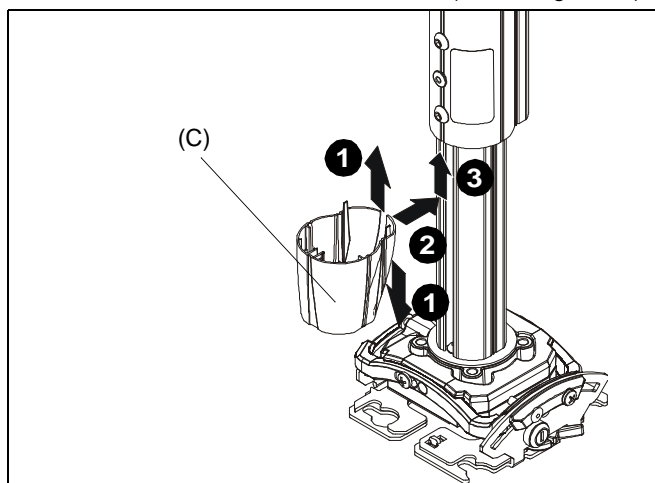

Figure 23
1. Placez le revêtement transitoire (C) afin qu'il soit en mesure de s'enrouler autour de la pièce inférieure de la colonne d'extension. (Voir la Figure 23)
2. Enroulez le revêtement transitoire (C) autour de la partie inférieure de la colonne d'extension. (Voir la Figure 23)
3. Poussez le revêtement transitoire (C) dans la base de la partie supérieure de la colonne d'extension jusqu'à ce que le revêtement transitoire s'enclenche. (Voir la Figure 23)